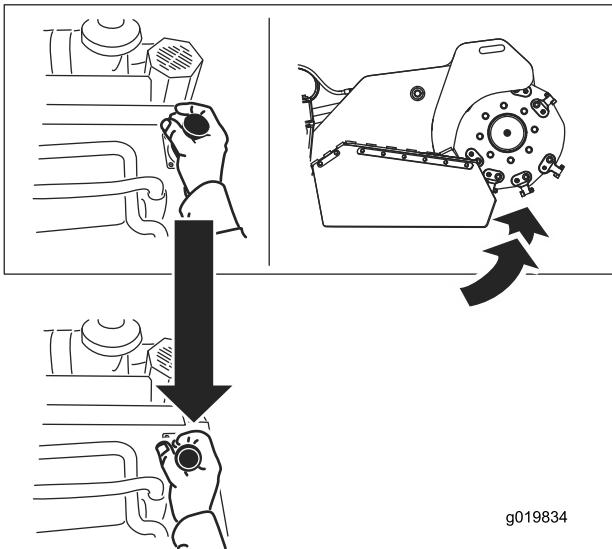

Figura 14
- Para elevar el desbastador, tire hacia atrás de la palanca (Figura 14).